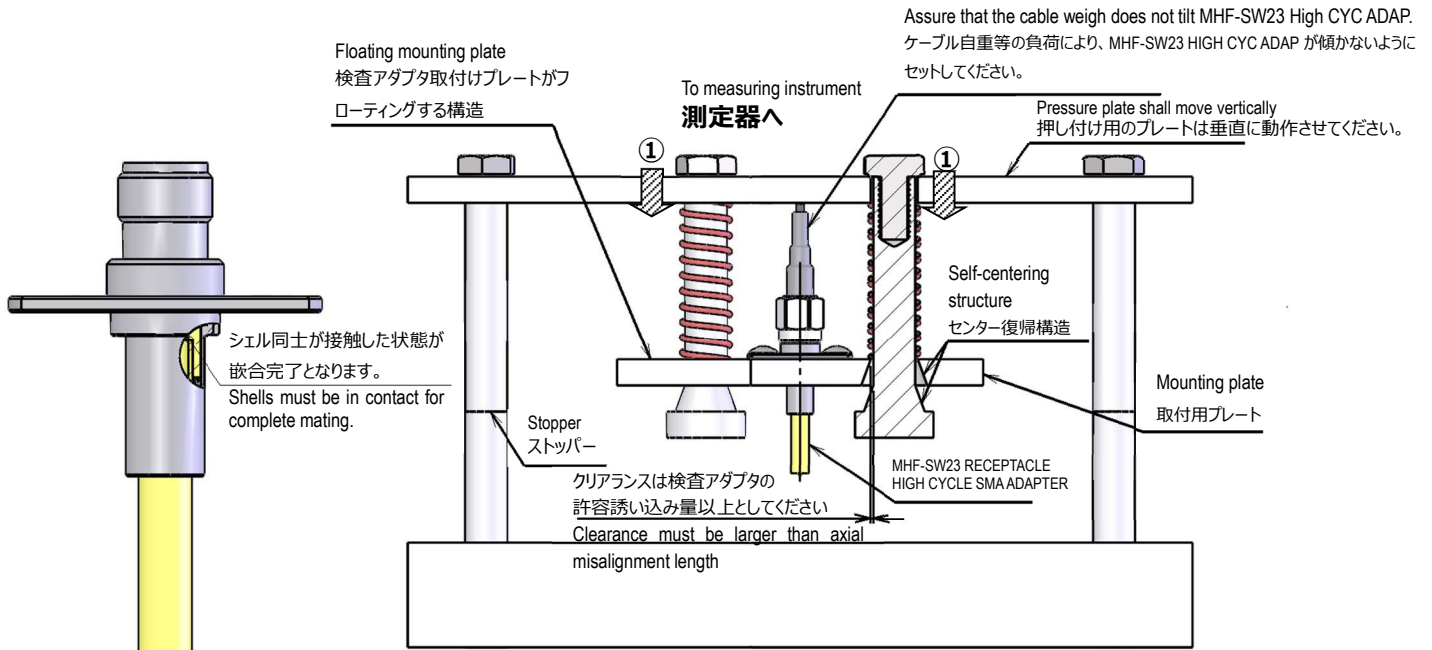

Figure 5
- 注 3 本検査アダプタ嵌合完了後、①の合計荷重が 5～10N 以内になるよう設定してください。
1. Refer to above figure 5 for layout of the jig.
3. After mating adapter to a receptacle, the total of the ①loads shall be setup within 5 to 10 N.